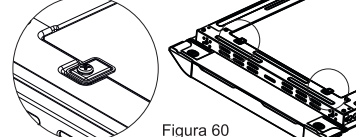

Figura 60
- ou com um auxílio de uma chave Phillips (estrela), retirando dois parafusos localizados na parte superior da porta (Figura 60).